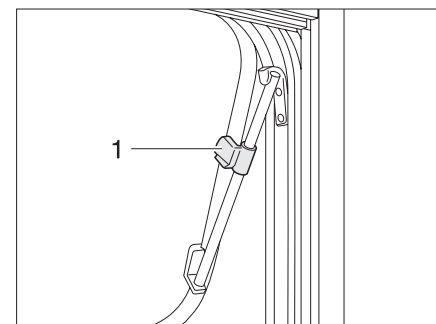

Fig. 20 Ventana abatible con soportes giratorios, abierta
- ▶ Abrir la ventana abatible hasta la posición deseada y fijarla con el mando moleteado (Fig. 20,1).
- ▶ Girar el mando moleteado (Fig. 20,1) hasta que se suelta el bloqueo.